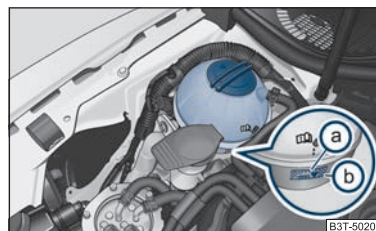

Fig. 187 Compartimentul motor: Vasul de expansiune al lichidului de răcire
- Verificați nivelul lichidului de răcire din vasul de expansiune ⇒ fig. 187. Când motorul este rece, nivelul lichidului de răcire trebuie să se afle între marcasele (b) (MIN) și (a) (MAX). Când motorul este cald, nivelul lichidului de răcire poate fi și puțin peste marcajul (a) (MAX).
- Puneți o lavetă pe capacul vasului de expansiune ⇒ pagina 206, fig. 187 și desfaceți capacul **cu grijă** spre stânga ⇒ ⚠.
Nu adăugați lichidul de răcire peste marcajul ⓐ (max.) ⇒ pagina 206, fig. 187! La încălzire, surplusul de lichid de răcire va fi împins din sistemul de răcire prin supapa de suprapresiune din capacul vasului de expansiune.